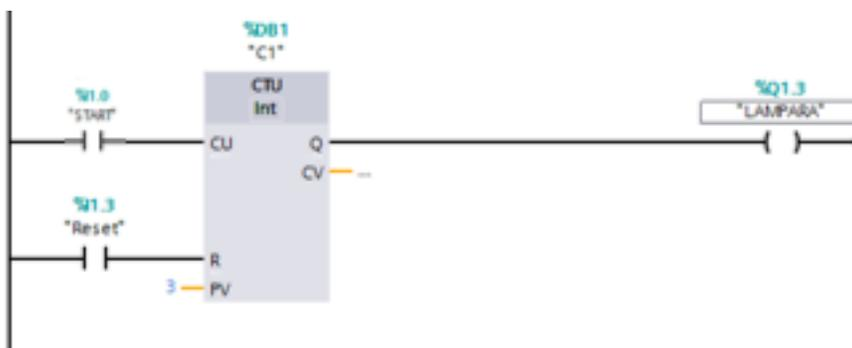

Figura 20. Contador CTU.
12. Desarrollar el diagrama de la figura 20.